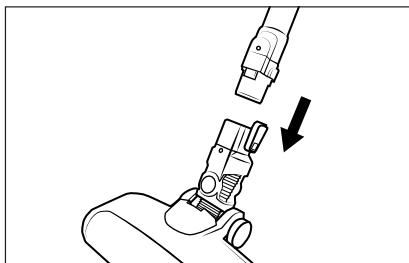

Fig. 2
- Infilare il tubo di aspirazione **23** nella spazzola per pavimenti **21** fino a quando non si innesta in posizione con un clic (vedere fig. 2).